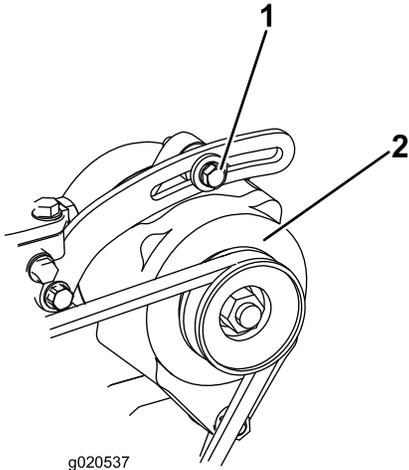

Figura 73
2. Si la desviación no es de 10 mm, afloje los pernos de montaje del alternador (Figura 73). Aumente o reduzca la tensión de la correa del alternador y apriete los pernos. Verifique de nuevo la desviación de la correa para asegurarse de que la tensión es la correcta.